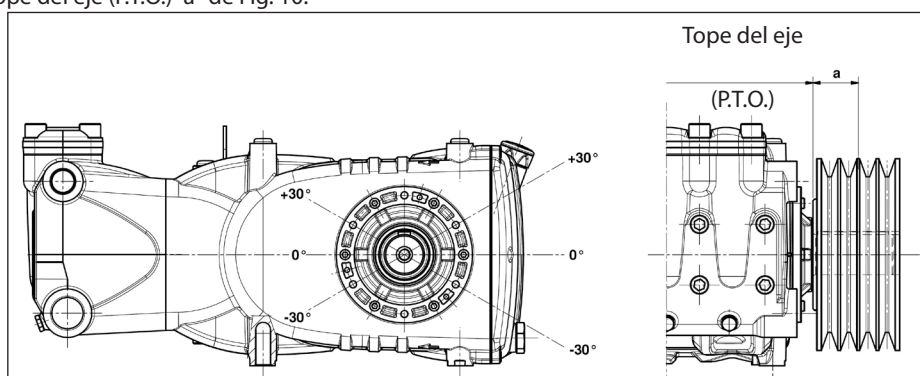

Fig. 10
La carga radial sobre el eje no debe ser superior a 7500 N (valor necesario para definir el Layout). La transmisión es considerada adecuada si tal carga es aplicada a una distancia máxima **a = 40 mm** del tope del eje (P.T.O) como se indica en la Fig. 10.
- b) Utilizar correas de alto rendimiento –por ejemplo **XPB** en lugar de **SPB**– ya que resultará necesario una cantidad inferior de correas en paridad de potencia transmitida y una consecuente distancia inferior de la resultante con respecto al tope del eje (P.T.O.) “a” de Fig. 10.